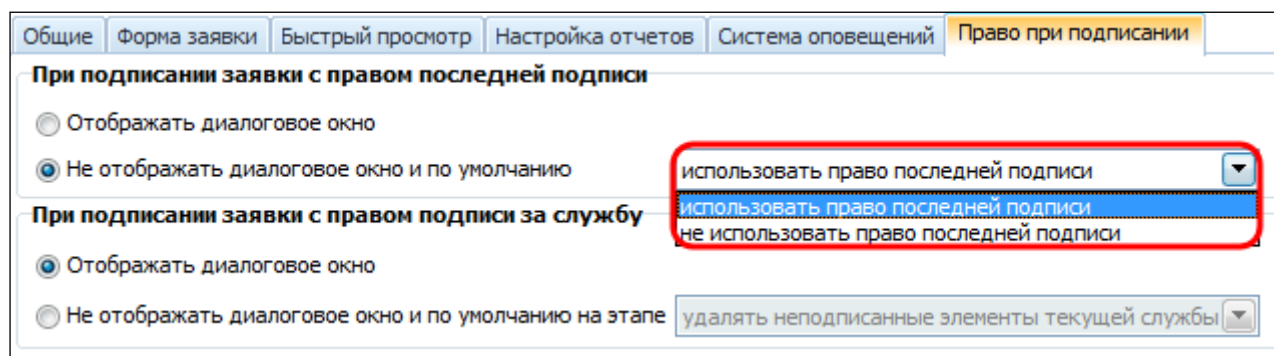

Рисунок 16.33 – Настройка подписания заявки пользователем с правом последней подписи
- «*Не отображать диалоговое окно и по умолчанию*». При выборе данного условия доступны две опции: «использовать право последней подписи» и «не использовать право последней подписи» (Рисунок 16.33). В зависимости от выбранной опции заявка подписывается пользователем без отображения диалогового окна с использованием или без использования права последней подписи.